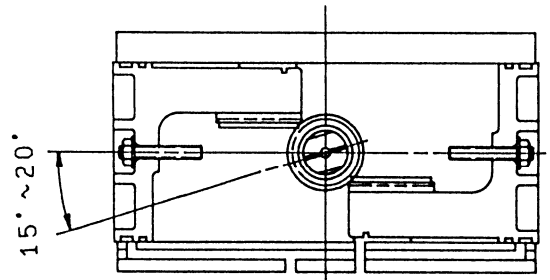

图 10-12.
- 输出轴 (104) 装配好后，将输出轴方头部位的 V 形槽处于如图 10-12 所示的位置。
- 在保持图 10-12 所示角度的同时，将活塞 (102)、气缸的两侧装入。当两个活塞的齿条部位和输出轴上的齿轮接触后，用扳手卡住输出轴的方头部位，并顺时针转动，使齿轮与齿条啮合，活塞向内部移动。